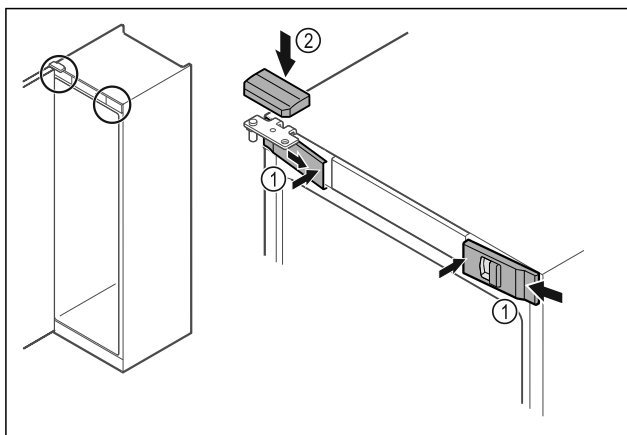

Fig. 48 *
- Vordere Abdeckungen Fig. 48 (1) seitlich einhaken und innen aufrasten.*
- Obere Abdeckung Fig. 48 (2) von oben aufrasten.*